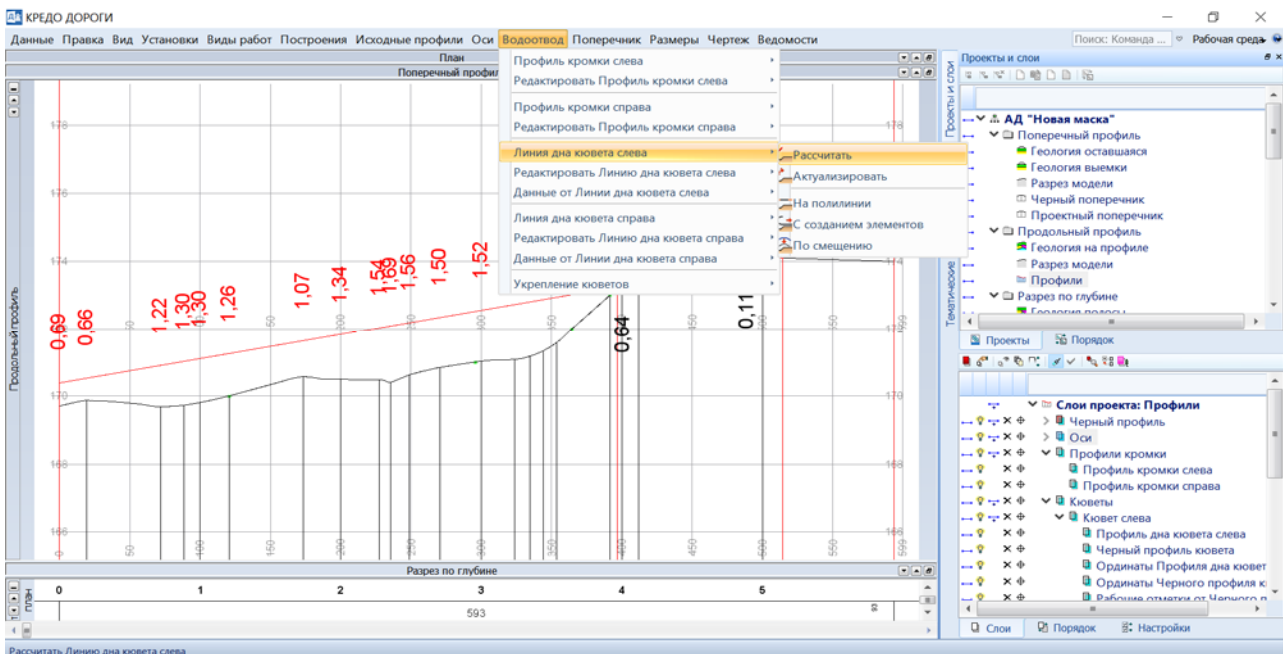

Рис. 13.3. Пример выбора расчета линии дна кювета слева
2. Проектирование продольных профилей кюветов. В проекте ПРОФИЛИ, используя команду меню ВИДЫ РАБОТ – РАБОТА С ПРОФИЛЯМИ, выберите команду меню ВОДООТВОД (рис. 13.3).